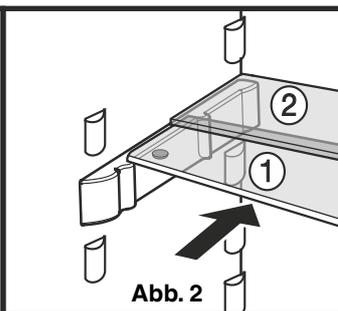

Abb. 2
Die Glasplatten ①/② nach Abb. 2 einschieben. Die Glasplatte ② mit Anschlagrand muss hinten liegen!
Wenn Sie Platz für hohe Gefäße benötigen, dann einfach die **vordere halbe** Glasplatte vorsichtig unter die hintere Platte schieben, Abb. 2.